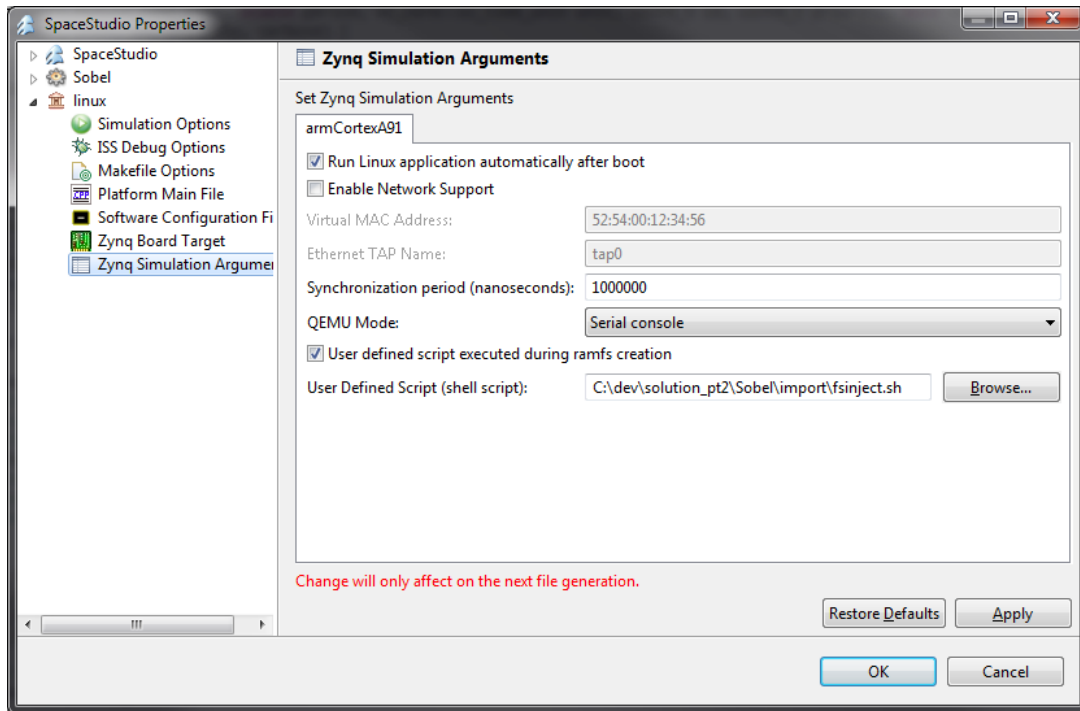

Figure 1
- Tel qu'illustré à la figure 1, sélectionnez la configuration Simtek « **linux** », puis allez dans *Tools/Preferences/linux/Zynq Simulation Arguments* et sélectionnez le script *fsinject.sh* (situé dans `Sobel/import`) à exécuter durant la création du système de fichiers.